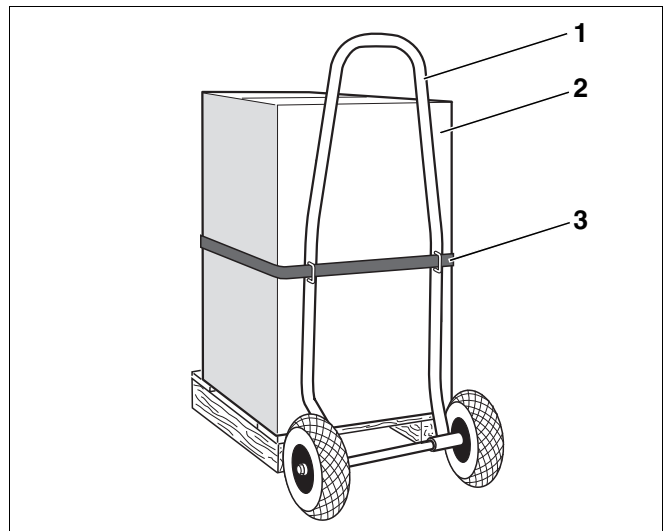

Abb. 3 Warmwasserspeicher mit dem Kesselkuli transportieren
- Kesselkuli (Abb. 3, **Pos. 1**) an die Rückseite des verpackten Warmwasserspeichers (Abb. 3, **Pos. 2**) stellen.
- Warmwasserspeicher mit einem Spanngurt (Abb. 3, **Pos. 3**) am Kesselkuli sichern.